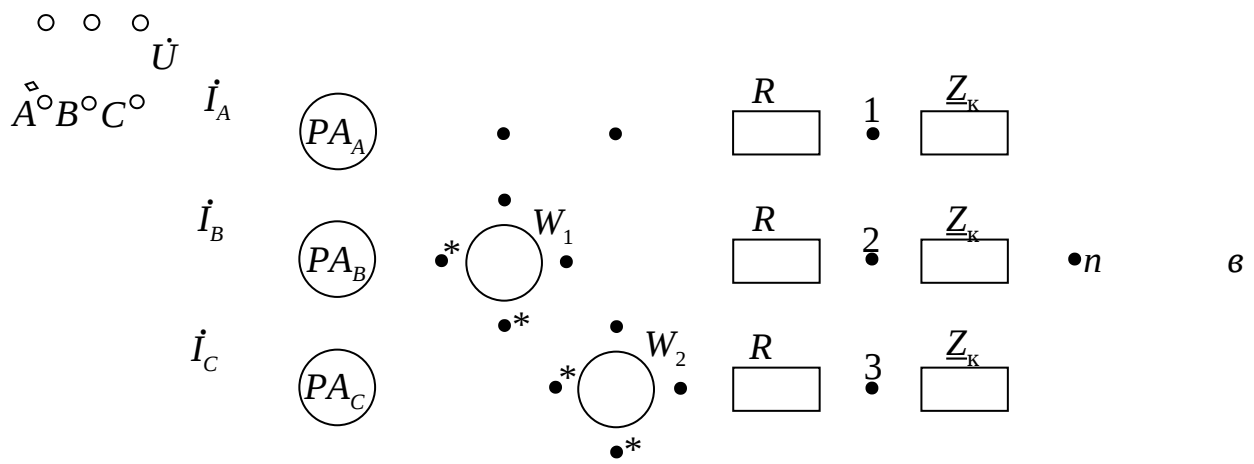

Рис. 3.20. Схемы включения ваттметров для проведения опыта по измерению активной и реактивной мощности 3-фазной 3-проводной цепи
1. Собирают по указанию преподавателя одну из трех схем, приведенных на рис. 3.20.
Рекомендуется сначала вычислить угол ϕ_W^i для ваттметра, показания которого уменьшаются быстрее при увеличении угла φ , а затем по значению найденного угла ϕ_W^i выбрать формулу для вычисления второго угла ϕ_W^i . Если, например, для схемы, приведенной на рис. 3.20, а, установлено, что более интенсивно с возрастанием угла φ уменьшает показания ваттметр P_{W1} , то вычисляют сначала угол
Примечание. Если опыт 2 проводится после опыта 1, то рекомендуется токовые катушки ваттметров оставить включенными по схеме проведения опыта 1. В противном случае схема включения ваттметров определяется из рис. 3.20 по указанию преподавателя.
- 3.1. Схема опыта (рис. 3.20).
- 4.1. Схема опыта (рис. 3.20).